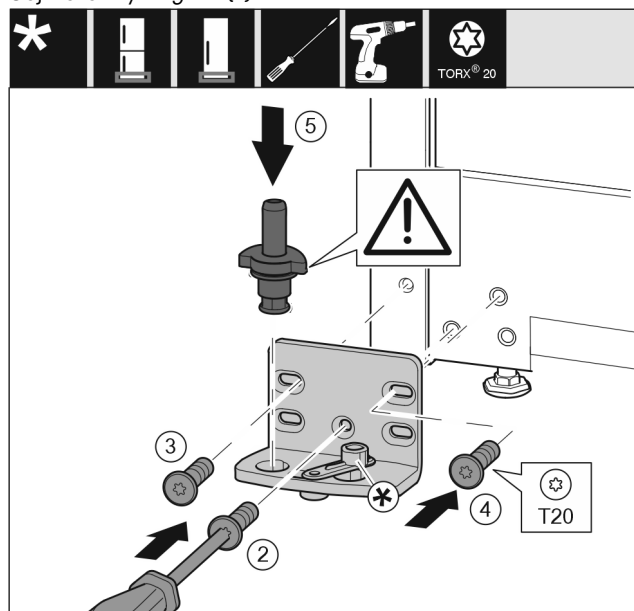

Fig. 48 *
- Nasad'te stojan ložiska na druhé straně a přišroubujte pomocí šroubováku. Začněte šroubem Fig. 48 (2) dole uprostřed.*
- Utáhněte šroub Fig. 48 (3) a šroub Fig. 48 (4).*
- Zcela vložte ložiskový čep Fig. 48 (5). Přitom dávejte pozor, aby zajišťovací vačka směřovala dozadu.*